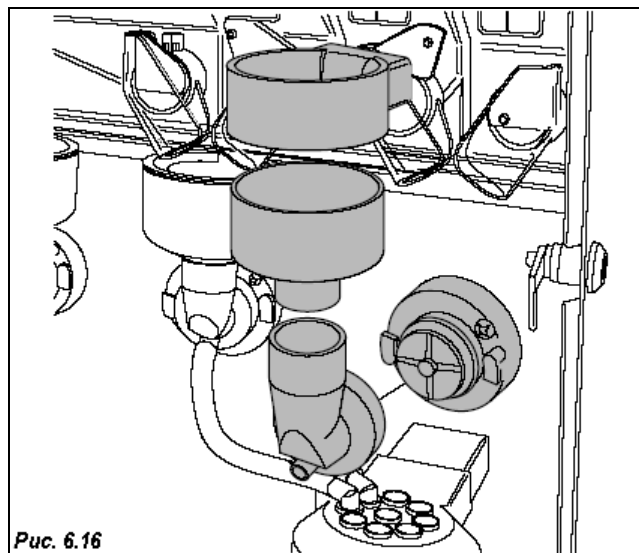

Рис. 6.16
- Извлеките все раздаточные лотки, воронки для подачи воды, миксеры, размешиватели и силиконовые трубки, и также замочите их в приготовленном растворе (Рис. 6.16).